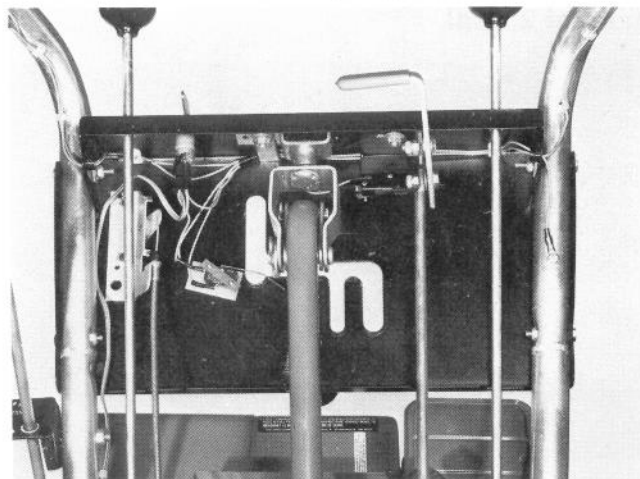

Abb. 35
1. Die beiden Sechskantschrauben und Muttern lösen, mit denen der Gabelstückhalter an der Bedienungskonsole befestigt ist (Abb. 35).
2. Zur Verringerung der Fahrgeschwindigkeit im 1. Gang den Gabelstückhalter (Abb. 35) nach rechts und zur Erhöhung der Fahrgeschwindigkeit im 1. Gang nach links schieben.
3. Nach der Einstellung die beiden Sechskantschrauben und Muttern wieder festziehen (Abb. 35). Darauf achten, dass die Kabel nicht zwischen Konsole und Kabelführung eingeklemmt werden.